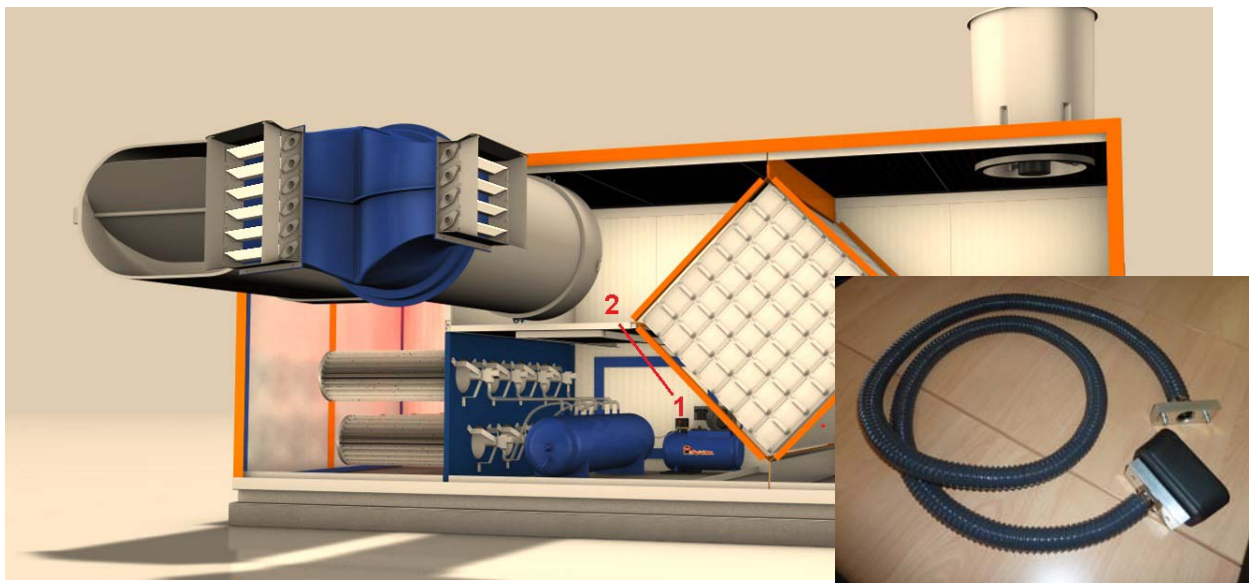

Abb. 1: Montageort der Kompressor-Ansaugung im Wärmetauscher Earny
Der Ansaugschlauch verbindet die Ansaugung (1) des Kompressors mit der Frischluftkammer (2) des Wärmetauschers, wie es in Abbildung 1 gezeigt wird.